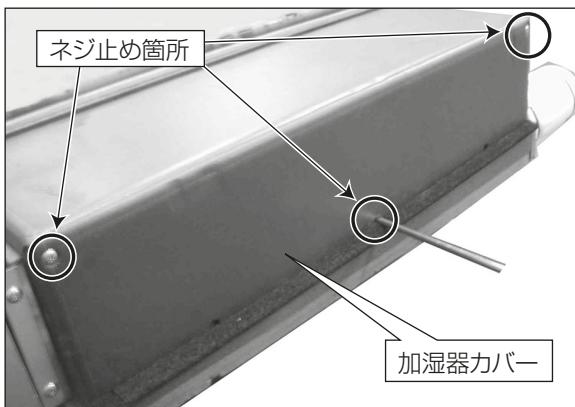

図30
1) 加湿器カバーを外してください。(ネジ止め3力所)(図30)